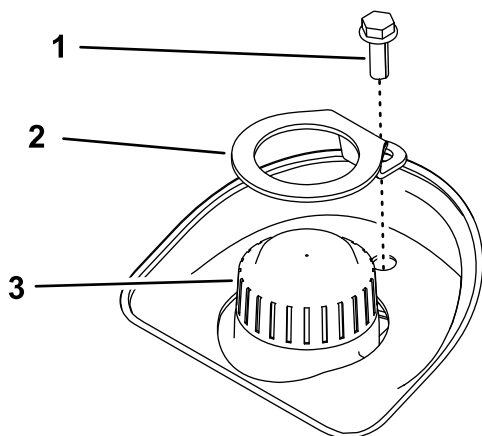

Figure 48
5. Si le niveau d'huile est trop bas, enlevez le dispositif de verrouillage et le bouchon au sommet du vase d'expansion (Figure 48), et faites l'appoint de liquide spécifié pour atteindre le niveau correct.